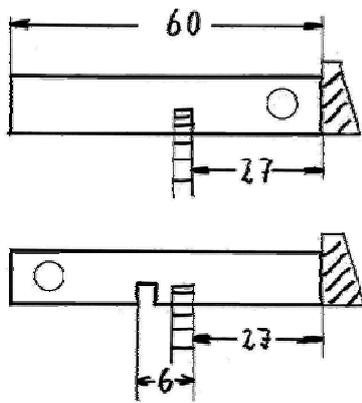

Abb. 15: Sägen auf Umschlag,
4. 7-mm-Nut fräsen auf Umschlag: Zur Erläuterung des Begriffs "Umschlag" siehe Abb. 15. Das Werkstück wird einmal rechts und einmal links angelegt. Die Reihenfolge ist: Probestück, Teil 1, Teil 2. Der gleiche Zyklus wiederholt sich unter vorsichtiger Reduzierung des Einstellmaßes, bis die Nutbreite (in unserem Fall 7 mm) erreicht ist. Hierbei ist zu beachten, daß eine Reduzierung des Einstellmaßes um zum Beispiel 0, 1 mm eine Verbreiterung der Nut um 0,2 mm zur Folge hat.